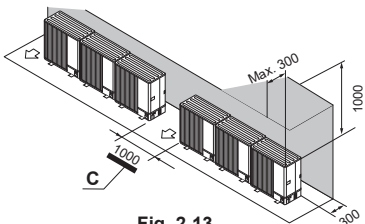

Fig. 2-13
- (2) Obstructions ou surfaces non dégagées à l'arrière et au-dessus uniquement (Fig. 2-13)
- C : Espace (Fig. 2-13)